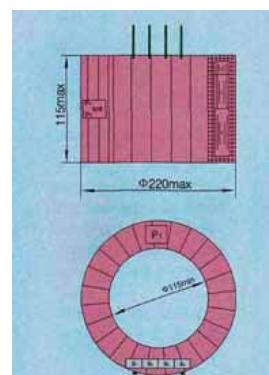

Рис. 5.1 Внешний вид и размеры трансформатора тока LR-35
5. Внешний вид и размеры (см. рис. 5.1)